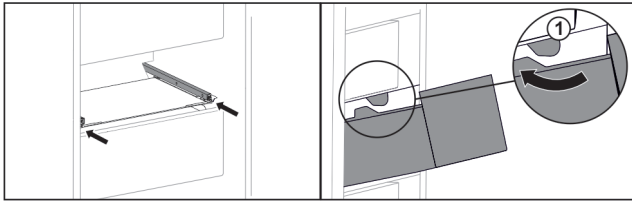

Fig. 39
- ▶ Avvicinare il cassetto ai fermi Fig. 39 (1)*